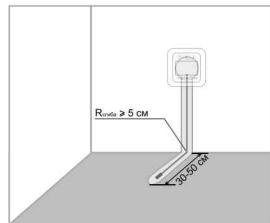

Рис.2
- Сделайте штробу (ширина - 2 см, глубина 2 см) для последующего размещения гофрированной трубы с датчиком температуры и монтажных (холодных) концов нагревательного матта. Штроба должна проходить в стене от места расположения терморегулятора к полу и продолжаться в поверхности пола на 30-50 см к центру зоны нагревательного матта. Участки штробы в стене и в полу должны быть перпендикулярны друг другу (см. Рис.2). Изгиб гофрированной трубы с датчиком температуры допускается только в месте перехода со стены на пол. Соблюдение этих условий обеспечит свободное движение датчика температуры внутри трубы и позволит предусмотреть возможность его замены в случае необходимости (выход из строя, установка другого терmostата и т.п.).